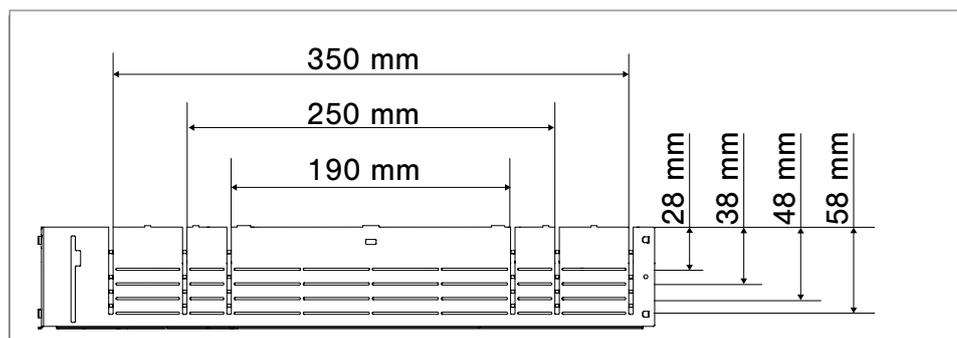

Abb. 30: Seitenwand zuschneiden - Zuordnung Kanalhöhe und -breite
2. Unterflurdose ① um 180 ° drehen.
3. Brücken der Seitenwand ②① entsprechend der geforderten Kanalhöhe und Kanalbreite (siehe Abb. 30: Zuordnung Kanalhöhe/-breite) zuschneiden.